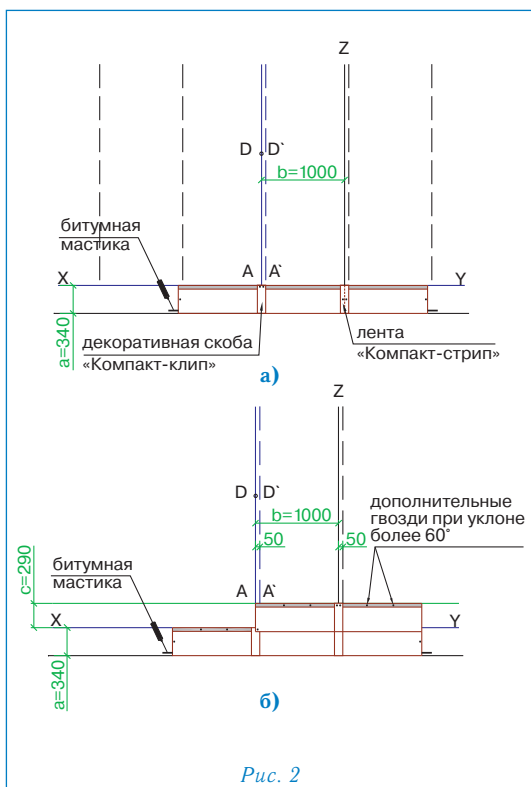

Рис. 2
Укладка материала (рис. 2)
- укладка черепицы начинается от линии AD, при этом ее верхний край выравнивается по линии XY (рис. 2а);
- листы первого ряда укладываются встык и фиксируются двумя гвоздями по центру коротких сторон на расстоянии 2 см от края (рис. 2а);
- правая сторона скобы «Компакт-клип» выравнивается по линии A'D' и фиксируется двумя гвоздями через специальные отверстия (рис. 2а);
- листы второго ряда черепицы укладываются от линии AD, их нижний край выравнивается по линии, параллельной XY; каждый лист фиксируется двумя гвоздями в 2,5 см от нижней стороны; стыки закрываются декоративными скобами «Компакт-клип», которые также фиксируются двумя гвоздями (рис. 2б);
Для крепления гибкой черепицы ПРЕСТИЖ НОВЫЙ РИМ используются гвозди из нержавеющей стали улучшенного прилегания (ершенные) с гладкими широкими шляпками. Каждый лист ПРЕСТИЖ НОВЫЙ РИМ закрепляется четырьмя гвоздями, в соответствии с рекомендациями, приведенными выше (рис. 2б).
При укладке материала на скатах с уклоном более 60° каждый лист дополнительно фиксируется двумя гвоздями в верхней части (рис. 2б).